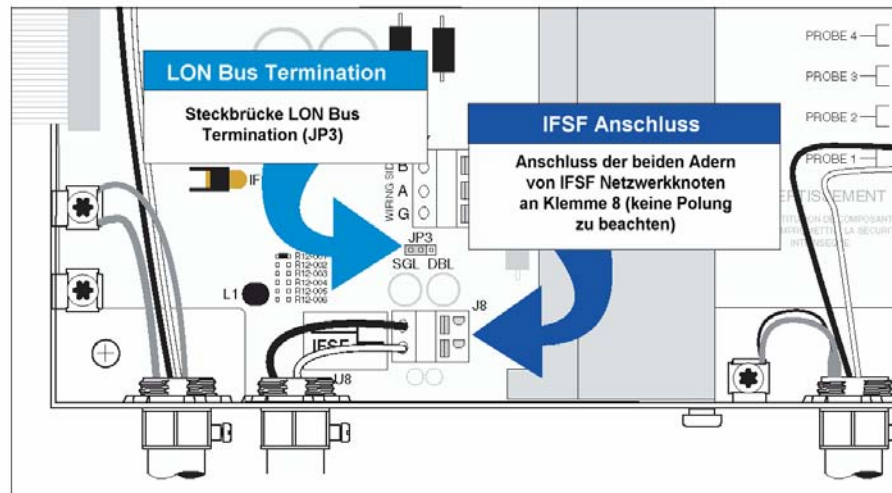

Abb. 5: Der IFSF Lon Anschluss
1. Unterbrechen Sie die Spannungsversorgung des TLS-IB Steuergerätes und schließen Sie das IFSF Datenkabel wie in Abb. 5 gezeigt an.
2. Die LON Terminierungs-Steckbrücke (JP3 in Abb. 5) ist in der Einzelposition (SGL) gezeigt. Die Einzelposition wird benötigt wenn das TLS-IB ein Segment eines Free Topology Netzwerkes bildet und nur eine Terminierung erforderlich ist. Die Doppelposition (DGL) ist notwendig wenn das TLS-IB ein Segment in einem beidseitig abgeschlossenen Lon Netzwerk bildet und 2 Terminatoren erforderlich sind. Dazu ist die Steckbrücke in die rechte Position (DGL) zu bringen.